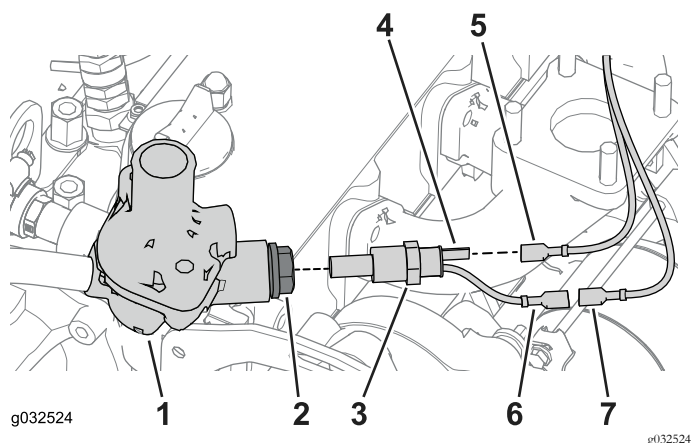

Figura 34
1. Localice el alojamiento del termostato en el bloque motor, y retire el tapón del orificio del motor (Figura 34).
6. Localice el cable naranja que está atado al cable amarillo, y conéctelo al conector de motor templado (Figura 34).
5. Localice el cable amarillo que desconectó en un paso anterior, y conéctelo al conector de motor caliente (Figura 34).